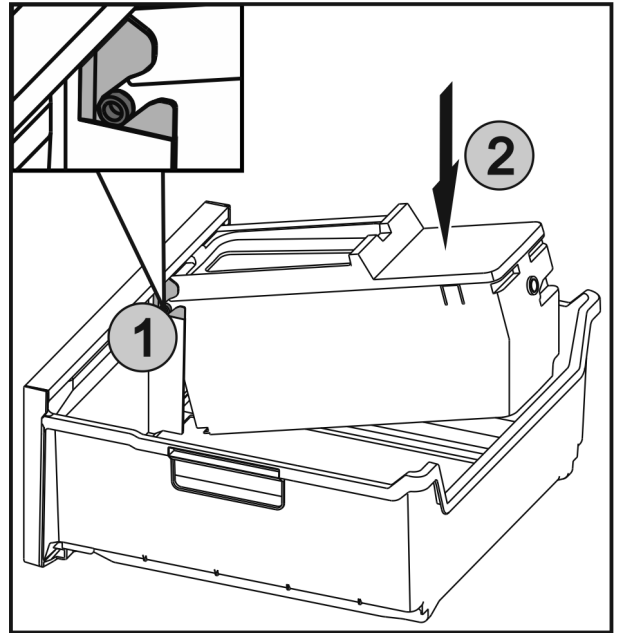

Fig. 59
- Die Achsen Fig. 59 (1) an EasyTwist-Ice in die Führungen einschieben und die hintere Seite Fig. 59 (2) bis die Lasche einrastet drücken.